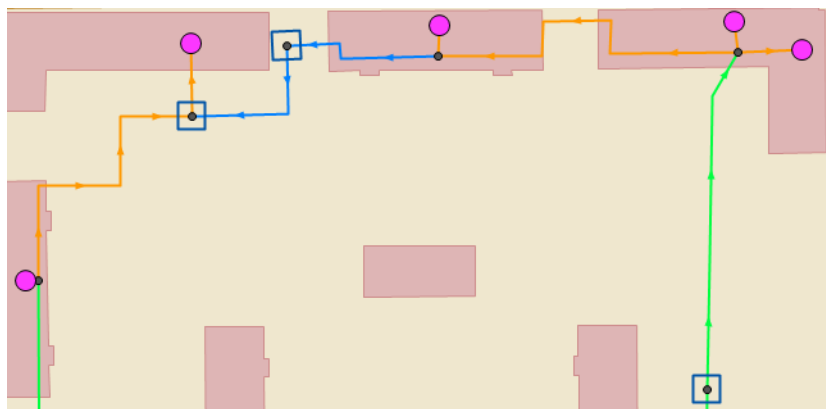

Рисунок 22.2. Окраска участков сети с помощью встроенных фильтров
2. После выбора параметра левой клавишей мыши, сеть окрасится в соответствии с заданными настройками (смотрите Рисунок 22.2, «Окраска участков сети с помощью встроенных фильтров».) (Подробнее Раздел 22.1.2, «Настройки раскраски»).